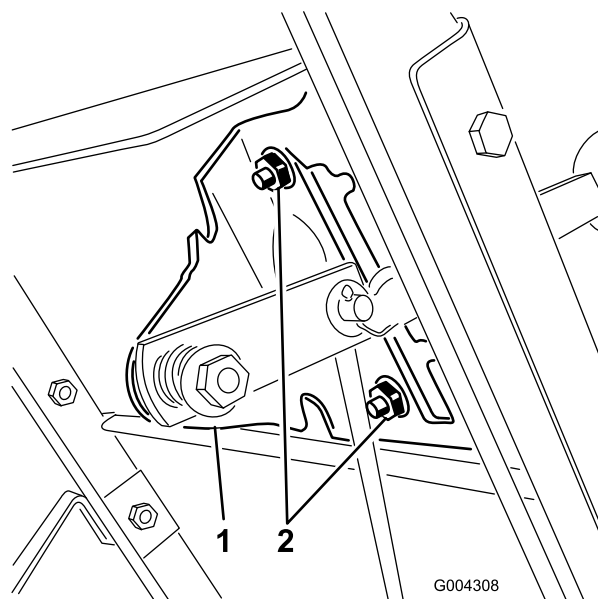
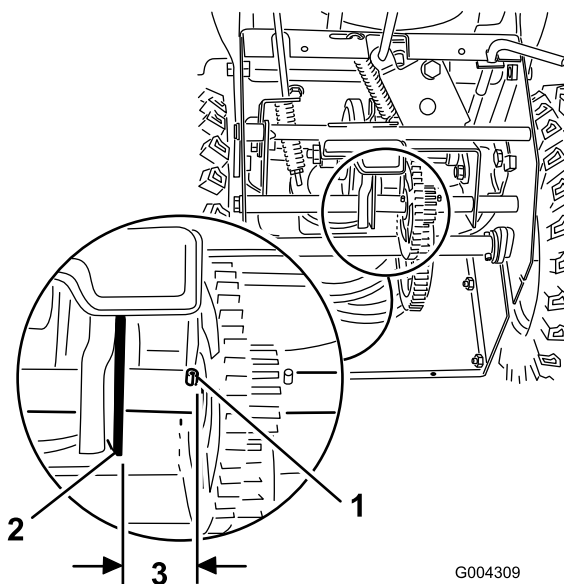

Рисунок 23
Рисунок 24
4. Ослабьте затяжку гаек, которые крепят щиток переключателя скоростей к пульту управления (Рисунок 23).
**Примечание:** Узел привода должен находиться на расстоянии 3 мм от цилиндрического штифта; в противном случае сдвиньте щиток переключения скоростей (Рисунок 23) так, чтобы зазор был равен 3 мм; см Рисунок 24.